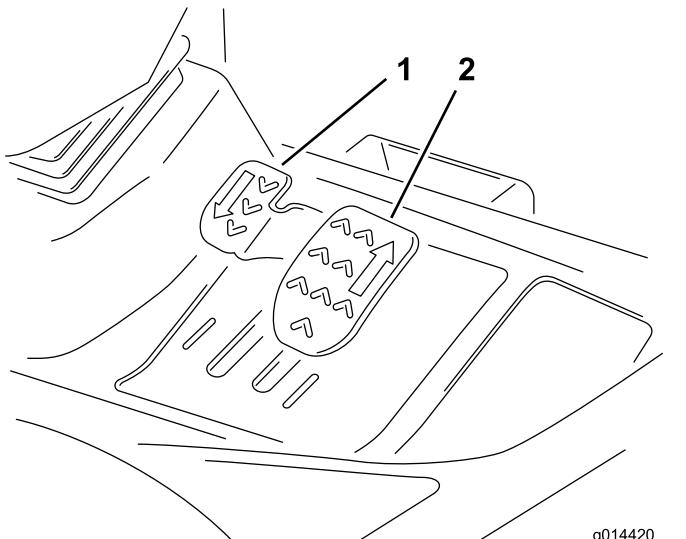

Bild 7
**Vorwärts fahren:** Betätigen Sie das Vorwärtssfahrpedal, um die Maschine in Vorwärtssrichtung zu fahren und die Fahrgeschwindigkeit zu erhöhen. Nehmen Sie den Fuß vom Pedal, um die Fahrgeschwindigkeit zu verringern (Bild 7).
**Rückwärts fahren:** Betätigen Sie das Rückwärtssfahrpedal, um die Maschine in Rückwärtssrichtung zu fahren und die Fahrgeschwindigkeit zu erhöhen. Nehmen Sie den Fuß vom Pedal, um die Fahrgeschwindigkeit zu verringern (Bild 7).